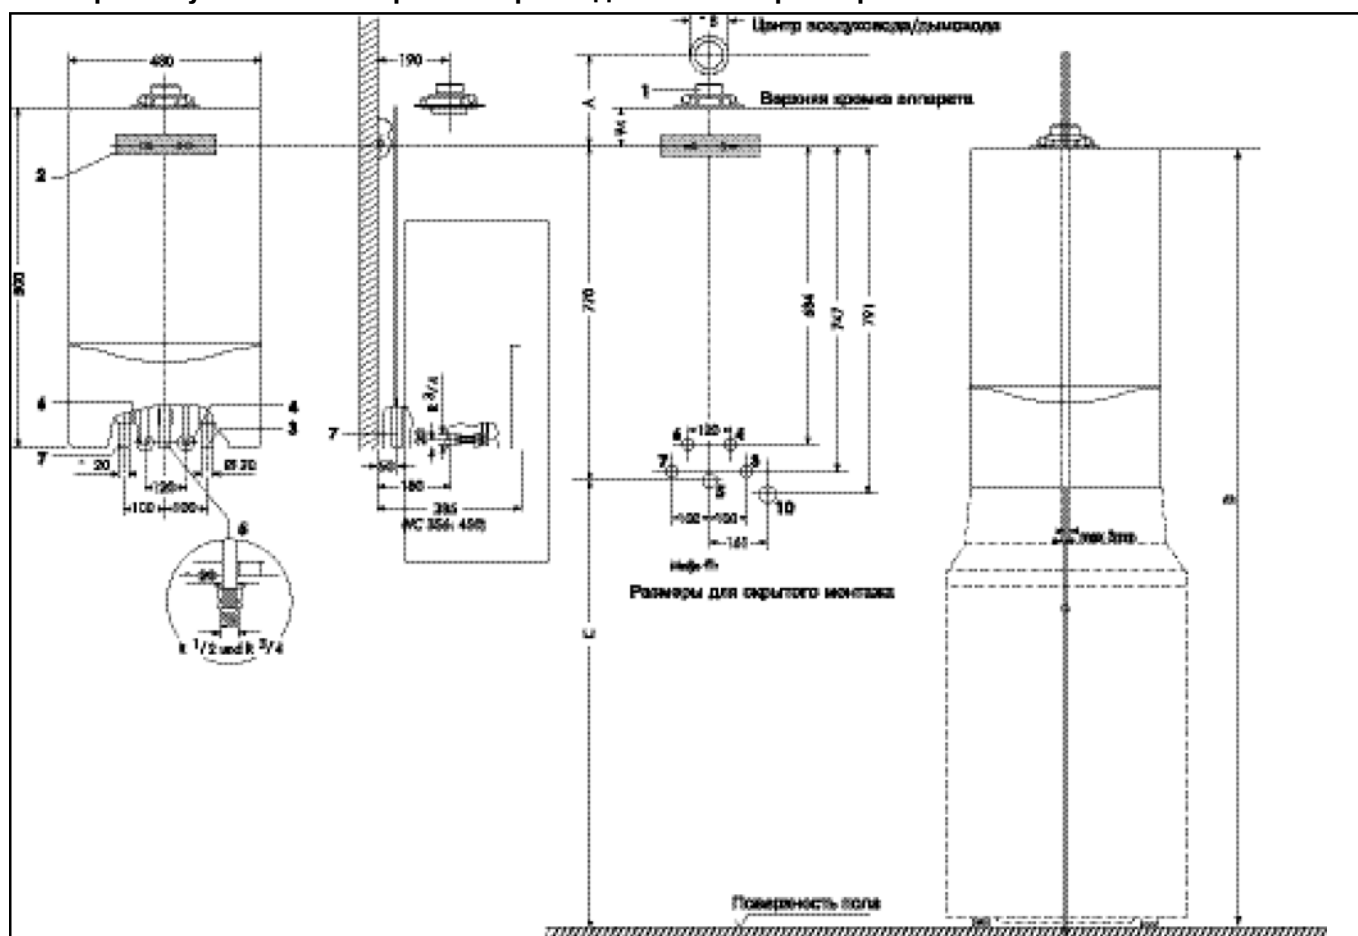

Рис. 3.3
- * определить высоту установки аппарата ecoTEC classic/exclusive в соответствие с рис. 3.3. Особое внимание уделите размеру С, если предполагается комбинировать аппарат с емкостным водонагревателем типа VIH CR или CQ.